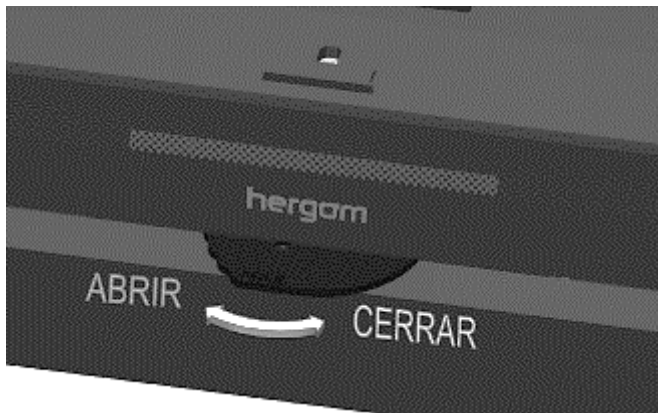

FIG. 7
- Desplazando de derecha a izquierda la válvula de regulación, se permite una mayor aportación de aire para la combustión (FIG. 7).